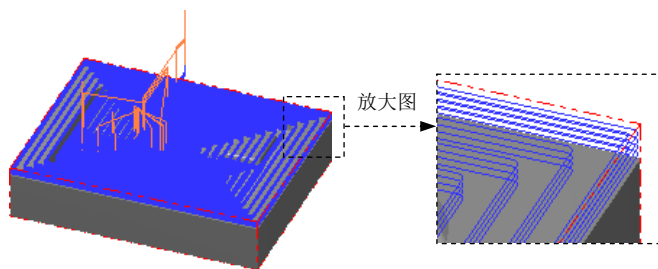

图 10.8 刀具路径
(3) 单击 **切削深度(D)...** 按钮,在系统弹出的“切削深度设置”对话框中选中 ☒ **绝对坐标** 单选选项,然后在 **绝对的深度** 区域的 **最高位置** 文本框中输入值 4,在 **最低位置** 文本框中输入值 -30。单击 ☒ 按钮,系统返回至“曲面粗加工挖槽”对话框。
Step11. 单击“曲面粗加工挖槽”对话框中的 ☒ 按钮,完成加工参数的设置,此时系统将自动生成图 10.8 所示的刀具路径。